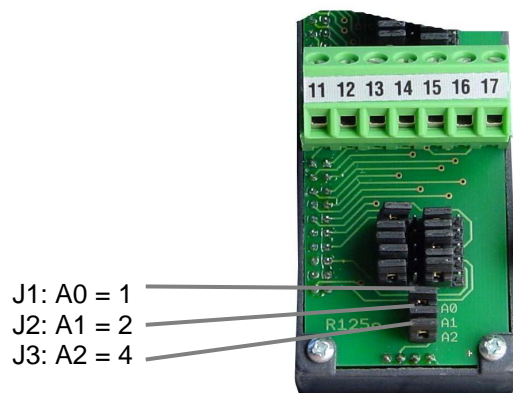

Abb. 4.2: Die dargestellte Adresse ist 7 (=1+2+4)
Der Jumper mit der geringsten Wertigkeit (1) ist der obere, der mit der höchsten Wertigkeit (4) der untere, wie die Abbildung 4.2 zeigt.